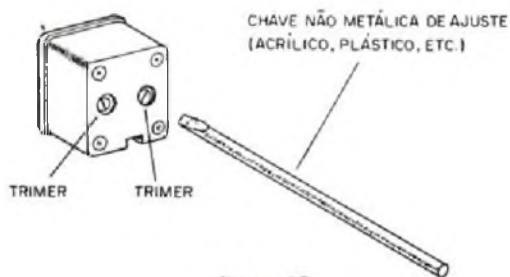

figura 15
a) Com uma chave especial não metálica ajuste o trimer de antena para maior intensidade de som. (figura 15)